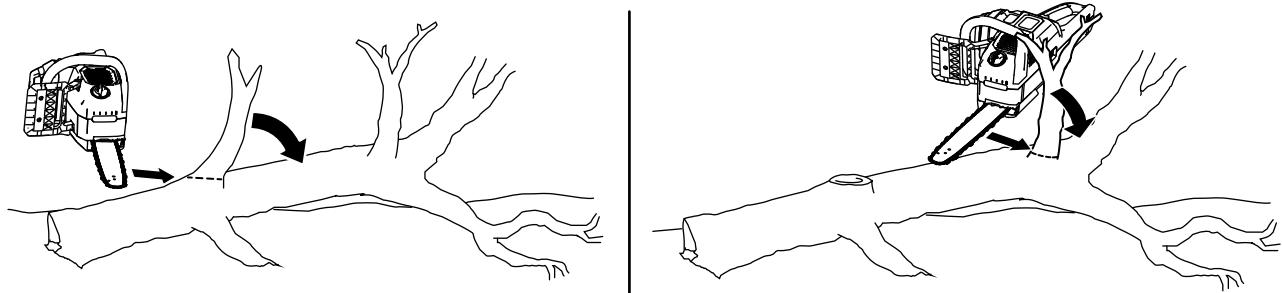

Bild 17
2. Schneiden Sie von der Basis des Baumes nach oben die kleineren Äste des Baumes ab, die nicht die Last des Baumes tragen (Bild 17).